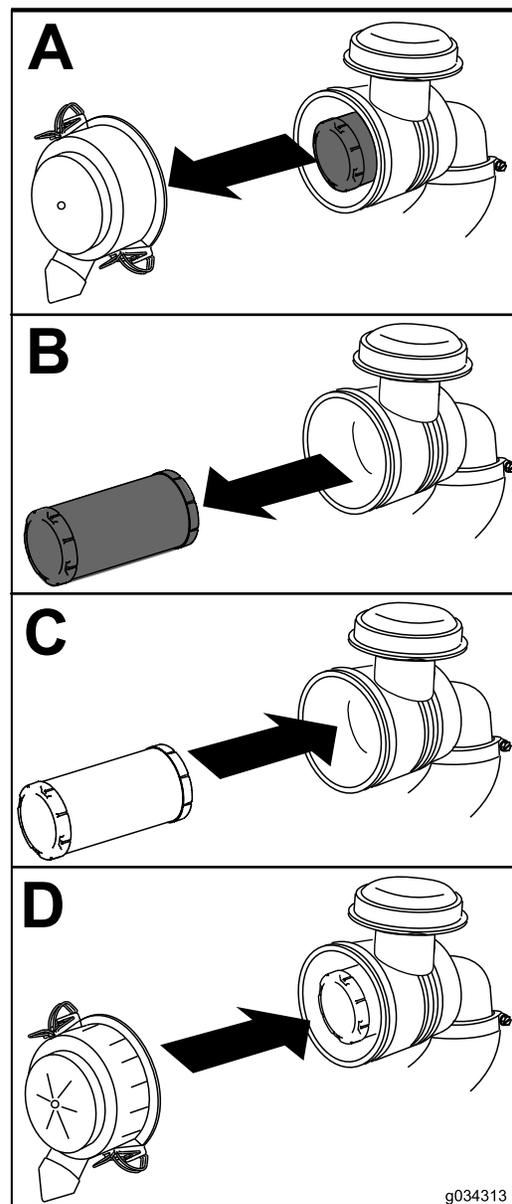

図 39
1. エアクリーナのボディーからエアフィルタをゆっくり引き出す 図 39。
4. 上下方向を確認、UPと書いてある方を上に向けてエアクリーナカバーを正しく取り付け、ラッチを掛ける 図 39。